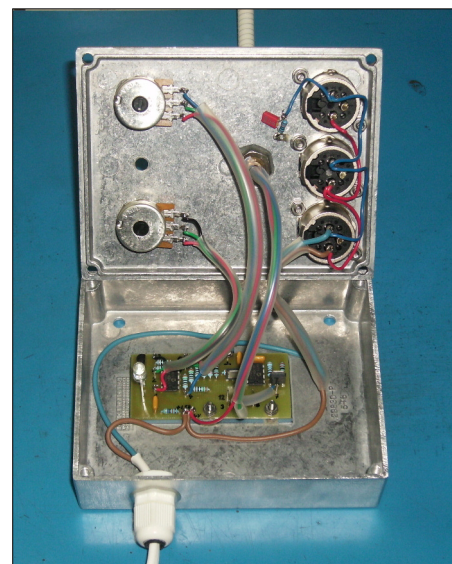

Bild 6: Blick ins geöffnete Gehäuse
- Die Montage im abschirmenden Metallgehäuse, wie in Bild 6 zu sehen, wirkt wie ein Faradayscher Käfig gegen externe Einstreuungen. Das Gehäuse ist über eine Parallelschaltung von 100 k $\Omega$  und 10 nF mit dem Minuspol der Schaltung zu verbinden.
Die drei in Bild 6 sichtbaren XLR-Buchsen sind für die Funktion der Lampe nicht erforderlich. Sie sind direkt mit der